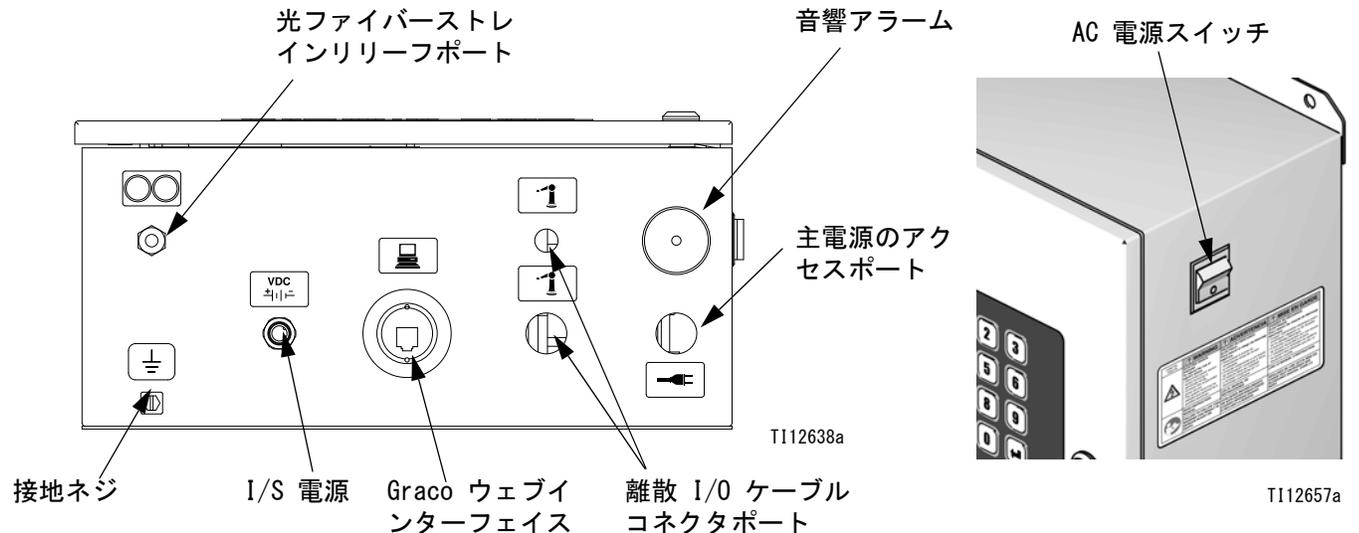

図 13. EasyKey 接続と AC 電源スイッチ
- 入力電源アクセスポート は、直径 22.4 mm (0.88 インチ) です。隔壁ストレーンリリーフ取り付け金具またはコンジットを受け入れます。図 13 を参照してください。
- EasyKey に電源を供給します。隔壁ストレーンリリーフまたはコンジット隔壁を EasyKey ポートを介して取り付けます 。図 13 を参照してください。
1. 適切な流体ステーション電源ケーブルの末端を、EasyKey コネクタに接続します $\pm VDC$ に。図 13 を参照してください。
3. 工場出荷時から、光ファイバーケーブルは液体ステーションのコネクター  に付いています。図 13 を参照してください。